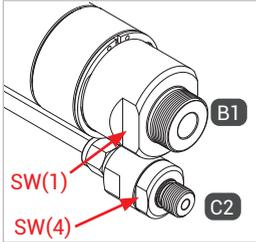
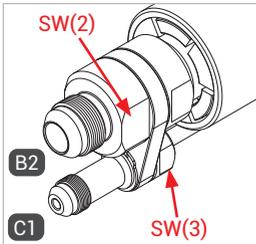

Abbildung 3
Abbildung 4
- ▶ Halten Sie beim Montieren des Füll- und Rückführschlauches, der Medienleitung und der Gasrückführung an den Anschlüssen „B1“, „B2“, „C1“ und „C2“ an den Schlüsselstellen SW(1), SW(2), SW(3) und SW(4) (Abbildung 3 und Abbildung 4) mit einem Gabelschlüssel gegen.
- ▶ Verschrauben Sie die Betriebsmedienzuleitung „B1“ druckdicht mit der Medienleitung der Tankstelle (Abbildung 3). Anzugsdrehmoment siehe untenstehende Tabelle.
- ▶ Verschrauben Sie die Gasrückführung „C2“ druckdicht mit der Gasrückführung der Tankstelle (Abbildung 3). Anzugsdrehmoment siehe untenstehende Tabelle.
- ▶ Verschrauben Sie die Betriebsmedienableitung „B2“ druckdicht mit dem Anschluss des Füllschlauches (Abbildung 4). Anzugsdrehmoment siehe untenstehende Tabelle.
- ▶ Verschrauben Sie die Gasrückführung „C1“ druckdicht mit dem Anschluss des Rückführschlauches (Abbildung 4). Anzugsdrehmoment siehe untenstehende Tabelle.